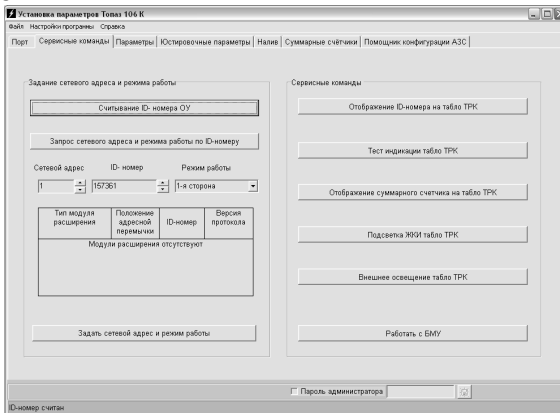

Рисунок 3
7.2 На вкладке "Сервисные команды" производится настройка сетевых адресов и режимов работы рукавов устройства по их ID-номерам (рисунок 3).